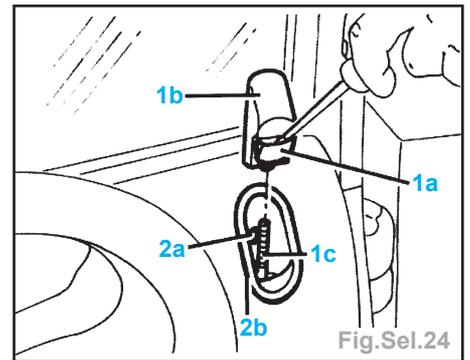

Fig.Sel.24
- le levier et le joint du dispositif de sécurité (Fig.Sel.24),
- Détacher la glace de l'axe (2) et amener l'axe en fin de course.